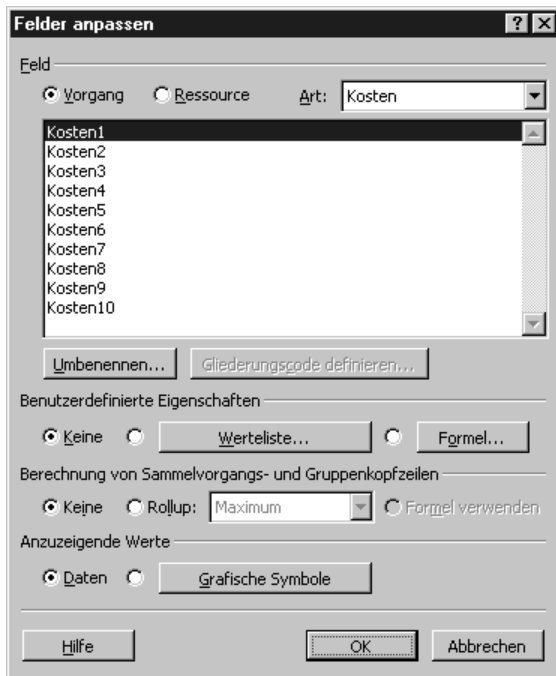

Abbildung 18.8:
1. Wählen Sie EXTRAS, ANPASSEN, FELDER, um das Dialogfeld FELDER ANPASSEN zu öffnen (siehe Abbildung 18.8)